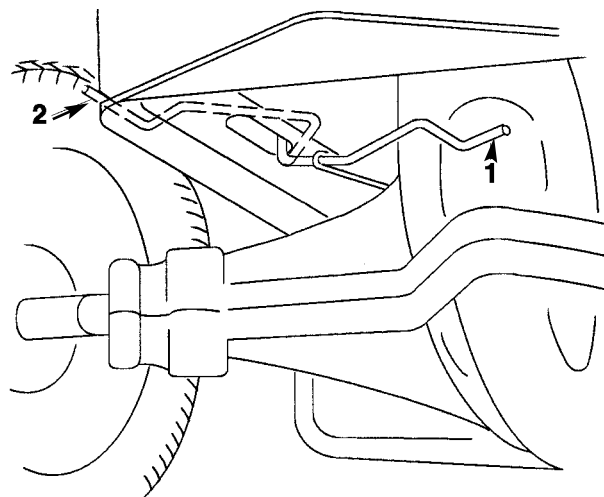

Fig. 12
2. Sett kjørekontrollen på “PUSH” (SKYV). Dette kobler alt drev fra slik at hjulene kan dreie fritt (fig. 12).
1. Sett kjørekontrollen tilbake til “OPERATE” (BRUK). Drevet kobles da inn igjen (fig. 12).